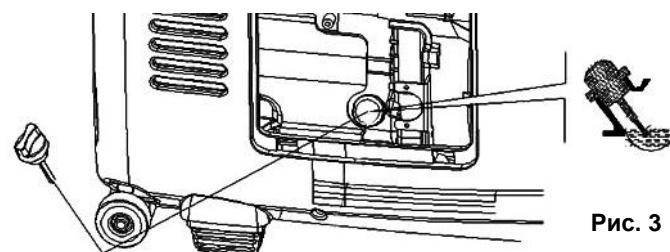

Рис. 3
**⚠ Внимание! При проверке уровня масла или его замены, генератор должен стоять ровно на горизонтальной поверхности. Двигатель должен быть остановлен. Поддерживайте уровень масла у максимальной отметки (H) на масляном щупе.**
- Отверните масляную пробку, достаньте щуп (См. Рис.3).
- Если уровень масла меньше нижней линии (L) на щупе, долейте масло до верхней линии (H)